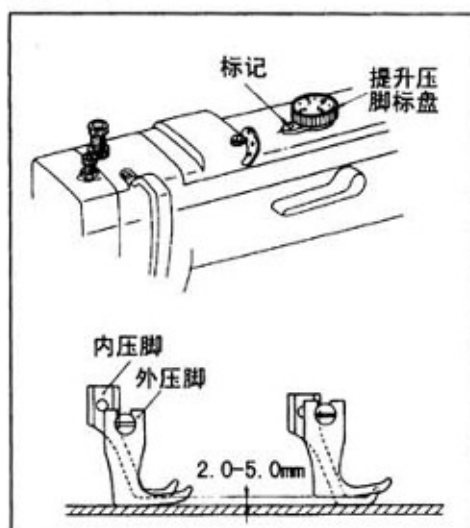
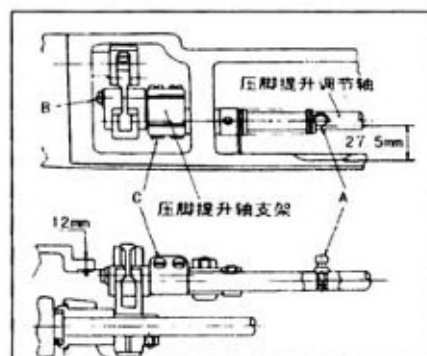
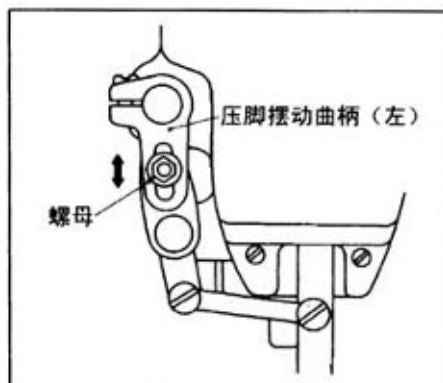

图 19
图 21
图 22
22、内外压脚的调整（图 19、图 20、图 21、图 22）：
1) 交互运动的调整（图 19）：
3) 安装压脚提升轴支架（图 21）：
- (1) 为使操作更为便利，位于压脚提升调节轴上的压脚提升调节轴螺钉 A 与机壳内壁之间距离应为 27.5mm，如图 21 所示。
- (2) 当压脚提升调节轴调到如上步骤(1)所示之后,调整压脚提升轴支架。调整之后应保证压脚提升轴支架上的压脚提升轴支架轴 B 的表面最高处与机壳上的盖板安装面之间的距离应为 12mm,然后,旋紧螺钉 C。
4) 压脚进给量的调整 (图 22):